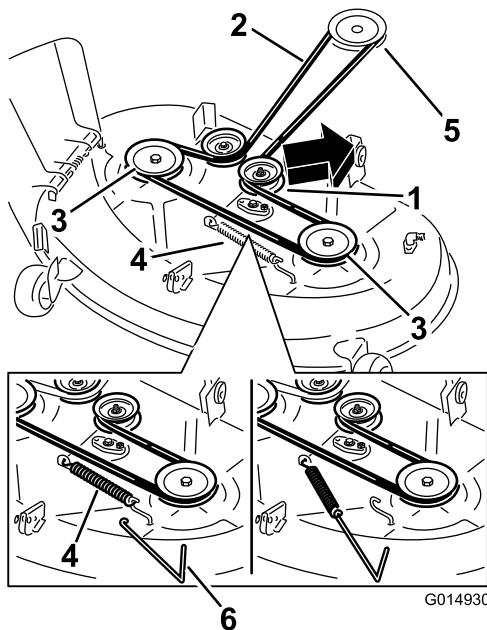

Figure 60
4. À l'aide d'un outil de dépose de ressort (réf. Toro 92-5771), décrochez le ressort du crochet sur le tablier pour éliminer la tension sur la poulie de tension et déchaussez la courroie des poulies (Figure 60).
- Acheminez la courroie neuve autour de la poulie du moteur et des poulies du tablier de coupe (Figure 60).
- À l'aide d'un outil de dépose de ressort (réf. Toro 92-5771), accrochez le ressort au crochet situé sur le tablier, ce qui a pour effet d'exercer une tension sur la poulie de tension et la courroie du tablier de coupe (Figure 60).